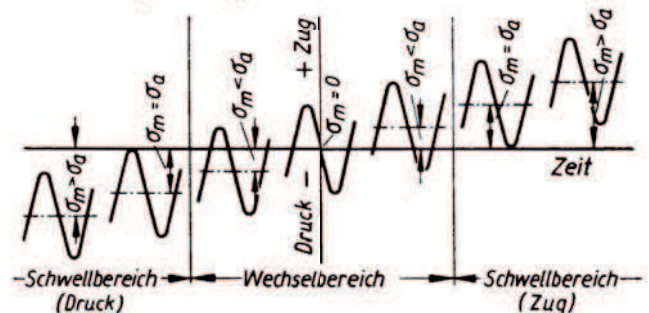

Bild 2. Bereiche der Dauerschwingbeanspruchung
2.2 Beanspruchungsbereiche (Bild 2)